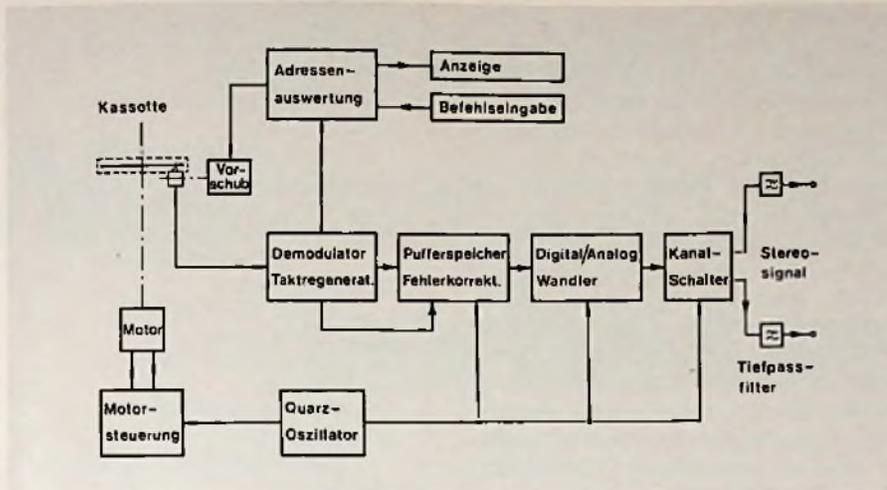

Bild 3. Blockschahtplan eines MD-Plattenspielers für Stereoaufnahmen
- Die weiteren variantenspezifischen Parameter sind in Tabelle 2 aufgeführt. Den Blockschahtplan eines Geräts der Variante A zeigt Bild 3. Wegen der Konstruktionsmerkmale der vorgeschlagenen PCM-Platte wird beim Pressen eine Genauigkeit erreicht, die in Verbindung mit dem besonderen Übertragungscode keine aufwendige Nachsteuerungselektronik für den Abtaster erfordert.